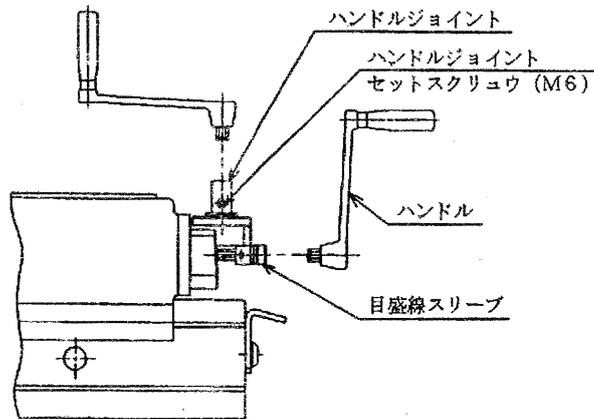

図3. ハンドルの取付け
1) ハンドルの取付け (図3)
ハンドルを横取付けでのみ使用する場合は、ハンドルジョイントセットスクリュウを緩めて、ハンドルジョイントを取外すと、バイスの上方での作業性が良くなります。(図3)